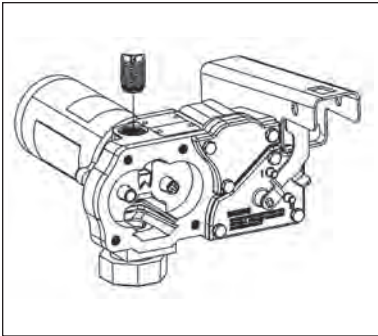

Figura 11
- c. De dentro da caixa, use uma pequena chave de fenda para empurrar o gatilho e saltar pela porta de saída superior. (Figura 11)